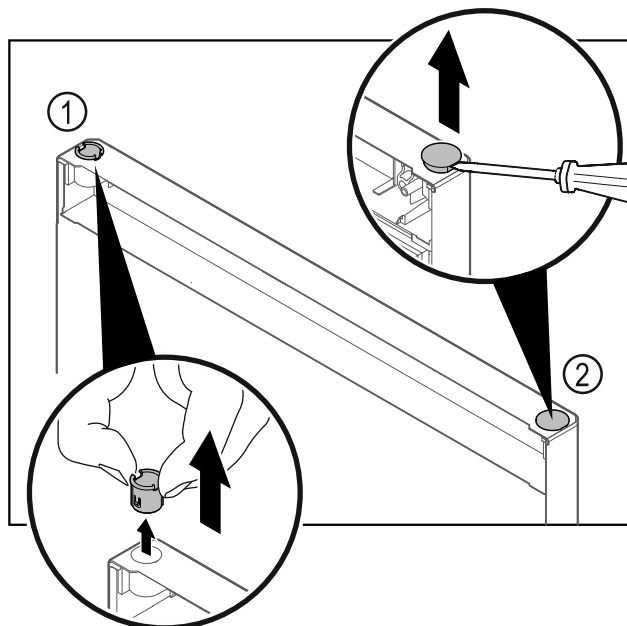

Fig. 40 Fryseldörr
- Dra ut gångjärnsbussningen Fig. 40 (1) med fingrarna.
- Lyft försiktigt upp pluggen Fig. 40 (2) med en spårskruvmejsel och dra ut den.